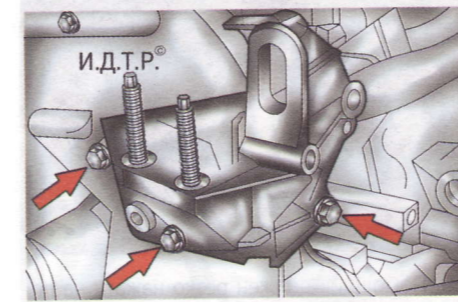

Рис. 4.14. Крепление кронштейна правой опоры подвески силового агрегата
7. Снимите кронштейн 5 правой опоры подвески силового агрегата, вывернув три болта его крепления (рис. 4.14).